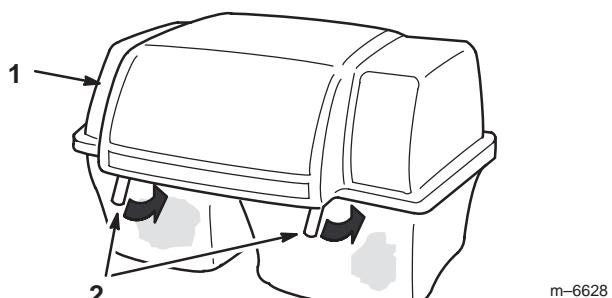

Figure 8
3. Abaissez le couvercle du collecteur d'herbe sur les sacs. Appuyez ensuite sur les poignées de retenue des deux sacs à herbe pour les bloquer sur le bâti (Fig. 8).
2. Tirez les deux poignées de retenue des sacs à herbe vers le haut pour les décrocher du bâti (Fig. 8). Ouvrez (soulevez) le couvercle du collecteur d'herbe.
5. Abaissez le couvercle du collecteur d'herbe sur les sacs. Appuyez ensuite sur les poignées de retenue des deux sacs à herbe pour les bloquer sur le bâti (Fig. 8).